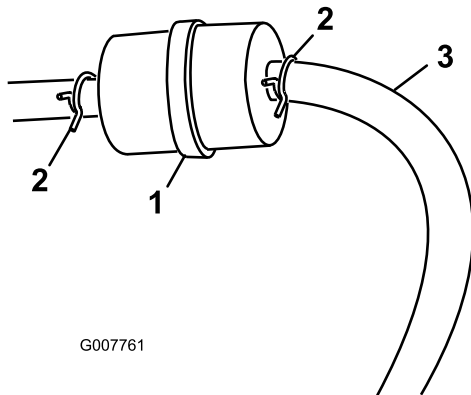

Figura 21
3. Apriete los extremos de las abrazaderas y deslícelas por el tubo alejándolas del filtro (Figura 21).
5. Instale un filtro nuevo y acerque las abrazaderas al filtro (Figura 21).
3. Afloje la abrazadera cerca del filtro de combustible y deslícelas por el tubo, alejándola del filtro de combustible (Figura 21).
4. Desconecte el tubo de combustible del filtro de combustible (Figura 21).
**Nota:** Deje fluir la gasolina a una lata u otro recipiente apropiado (Figura 21).
5. Instale el tubo de combustible en el filtro de combustible. Acerque la abrazadera al filtro de combustible para fijar el tubo de combustible (Figura 21).